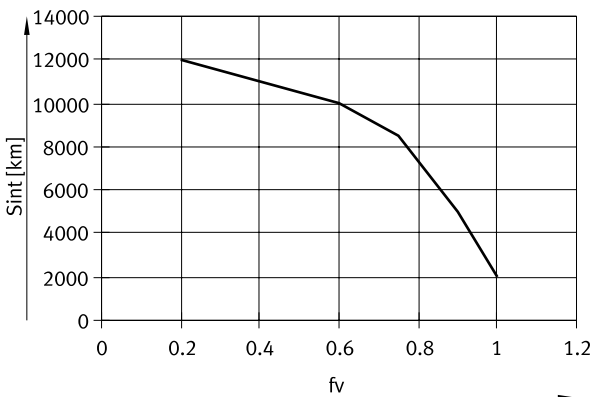

Fig. 12
- Сократите интервал смазки  $S_{int}$  в два раза (→ Fig.12), если выполняется одно из указанных условий:
1. Рассчитайте сравнительный коэффициент нагрузки  $f_v$  по формуле для комбинированных нагрузок (→ 12 Технические характеристики) и определите интервал смазывания  $S_{int}$  по (→ Fig.12).